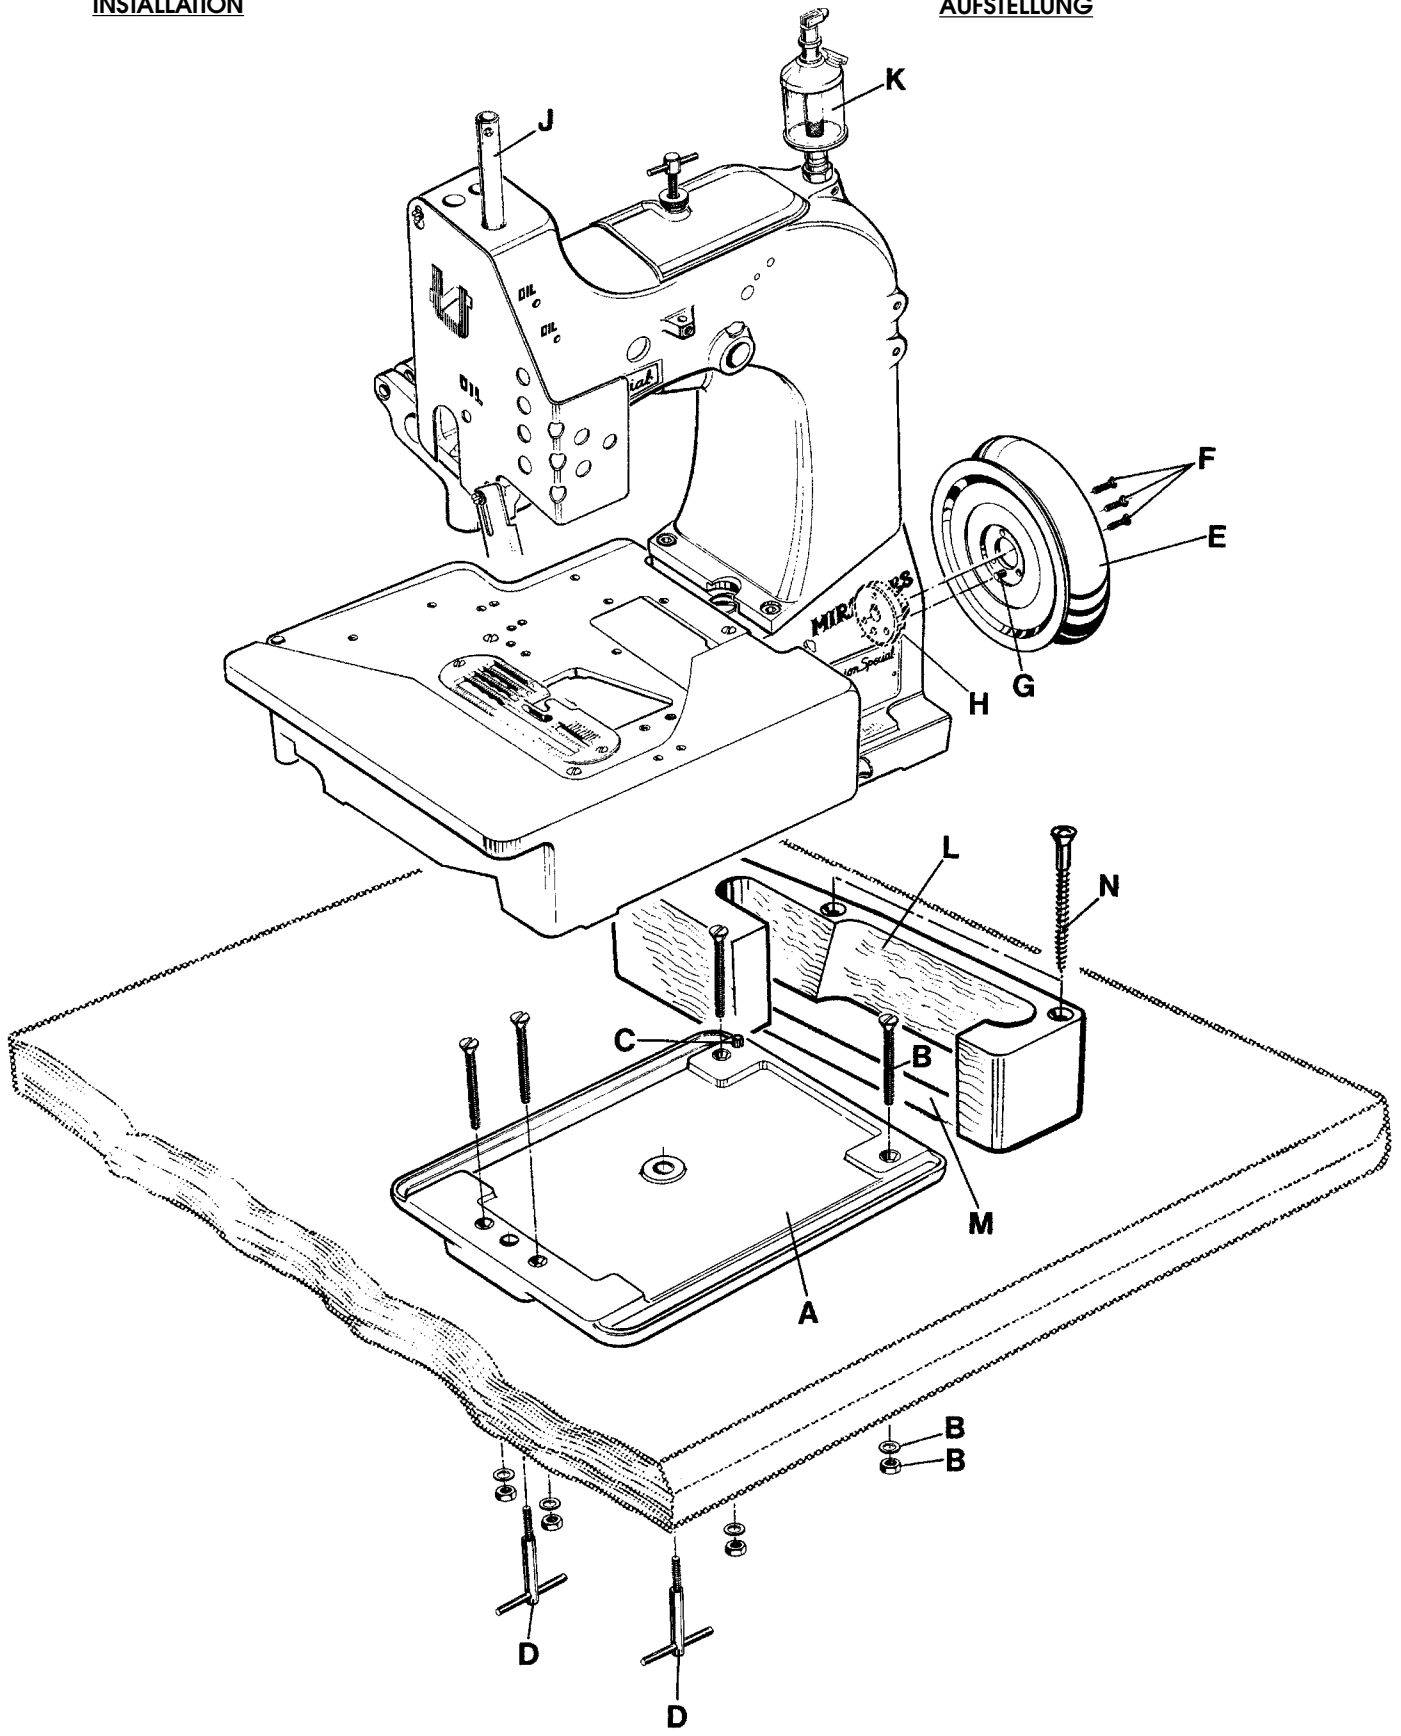
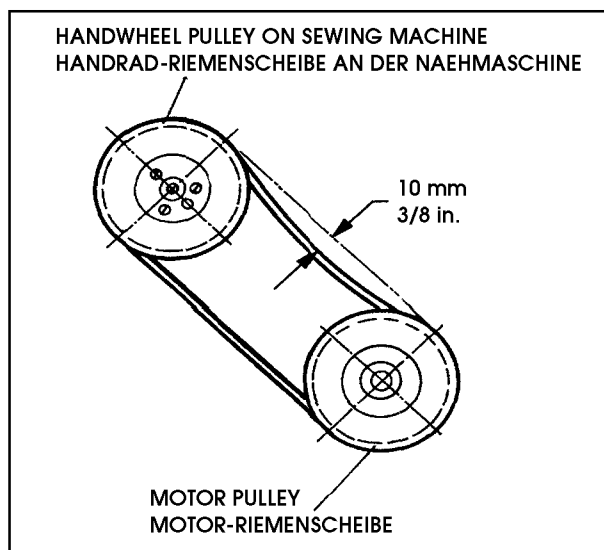

Fig. 1
Fig. 2
2. Mount the base plate (A, Fig. 1) with four screws, nuts and washers (B) in the provided holes on the table board.
3. Place the sewing machine on the base plate so that the roll pin (C) in the base plate engages with the right rear hole in the machine base.
4. Fasten the sewing machine with the two T-screws (D) on the base plate.
6. Assemble the handwheel pulley (E) with three countersunk screws (F) to the sewing machine. Pin (G) must engage with the hole in hub (H).
7. Screw in needle bar guard (J).
8. Screw in sight feed oiler (K).
9. Align the handwheel belt guard (L) with the V-belt slot (M) in the table board and with the handwheel pulley and fasten it with two wood screws (N) on the table board.
10. Dismount motor belt guard. Place the V-belt around the motor pulley and slue the motor to tense the belt. The tension on the V-belt is correct, when with moderate finger pressure it will deflect approx. 10 mm (3/8 in.) midway between handwheel pulley on the sewing machine and motor pulley (see Fig. 2). Remount motor belt guard.
2. Montieren Sie die Grundplatte (A, Fig. 1) mit vier Schrauben, Muttern und Scheiben (B) in den dafür vorgesehenen Bohrungen auf der Nähtischplatte.
3. Stellen Sie die Nähmaschine auf die Grundplatte, so daß die Spannhülse (C) in der Grundplatte in der Bohrung rechts hinten im Maschinensockel eingreift.
4. Befestigen Sie die Nähmaschine mit den beiden Knebelschrauben (D) auf der Grundplatte.
6. Montieren Sie die Handrad-Riemenscheibe (E) mit drei Senkschrauben (F) an die Nähmaschine. Der Stift (G) muß in die Bohrung in der Nabe (H) eingreifen.
7. Schrauben Sie den Nadelstangenschutz (J) ein.
8. Schrauben Sie den Tropföler (K) ein.
9. Richten Sie den Handrad-Riemenschutz (L) zum Keilriemenschlitz (M) in der Nähtischplatte und zur Handrad-Riemenscheibe aus und befestigen Sie ihn mit zwei Holzschrauben (N) auf der Nähtischplatte.
10. Bauen Sie den Motor-Riemenschutz ab. Legen Sie den Keilriemen um die Motor-Riemenscheibe und schwenken Sie den Motor, um den Riemen zu spannen. Der Keilriemen ist richtig gespannt, wenn er in der Mitte zwischen Handrad-Riemenscheibe und Motor-Riemenscheibe mit mäßigem Fingerdruck etwa 10 mm eingedrückt werden kann (siehe Fig. 2). Bauen Sie den Motorriemenschutz wieder an.